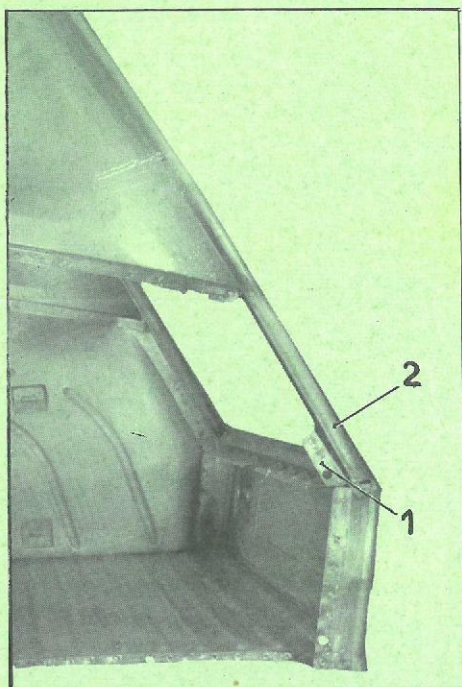

Fig. 7
NOTA : La partie supérieure AR du passage de roue se trouve intercalée entre le renfort intérieur de panneau AR (1) et le brancard de pavillon (2) fig. 7.